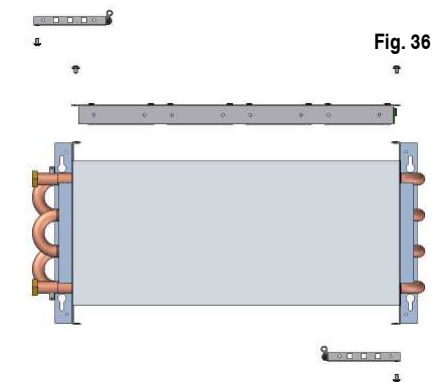

Fig. 36
3. Voltee el intercambiador térmico 180° y vuelva a colocar el KIT HE y la sonda ambiente en la misma posición, tal y como se observa en las fig. 36